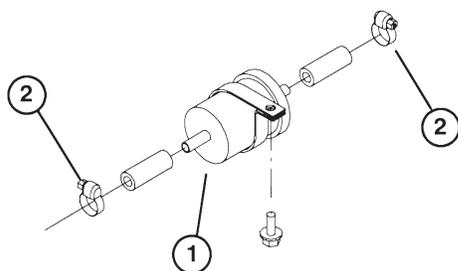

図 43
3. ホースを止めているクランプ (図43) を外し、フィルタを取り出す。